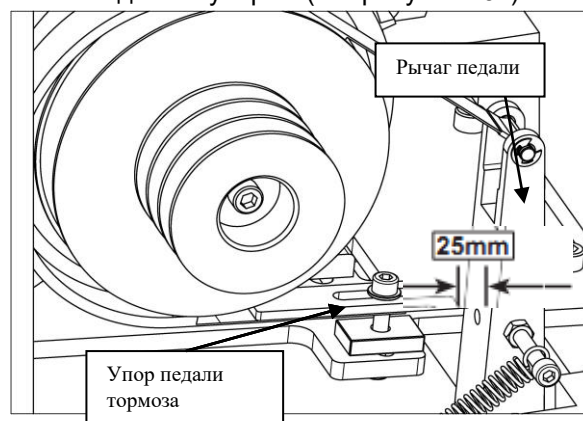

Рис. 101. Регулировка хода педали.
5. Снимите педаль тормоза, как на рис. 101.
7. Сильно нажмите рычаг педали (Рис. 101) вправо до упора, пока тормозной ремень полностью не зафиксируется вокруг ступицы тормоза.
8. Нажмите на упор педали тормоза так, чтобы остался зазор примерно 25-мм между рычагом педали и упором (см. рисунок 101).